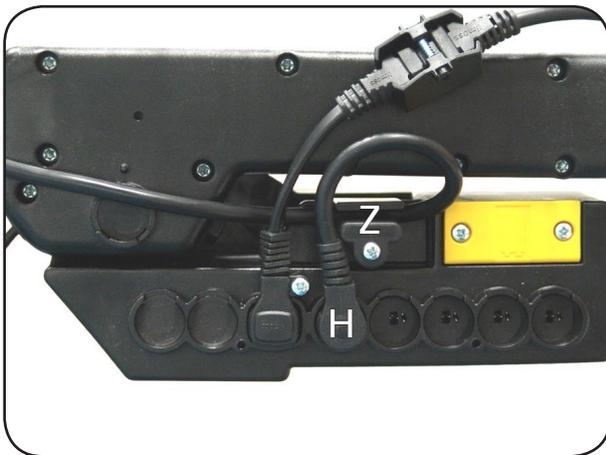

Abbildung 18
12. Schließen Sie die Handbedienung an die Steuerung an und montieren Sie die Zugenlastung (Abbildung 18).